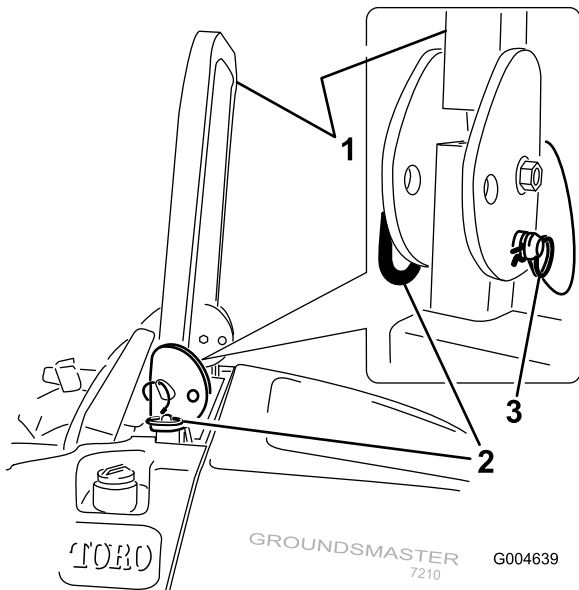

図 12
1. ROPS を下げるには、バーを前方に押し固定ピンに掛かっている力をゆるめた状態で、左右の固定ピンを抜き取る (図 12)。
3. ピンとヘアピン・コッターで固定する (図 12)。
4. ROPS を立てるには、機体の左右でヘアピン・コッターを抜き、ピンを外す (図 12)。
5. ROPS をまっすぐに立ててピンで固定し、ヘアピン・コッターでロックする (図 12)。